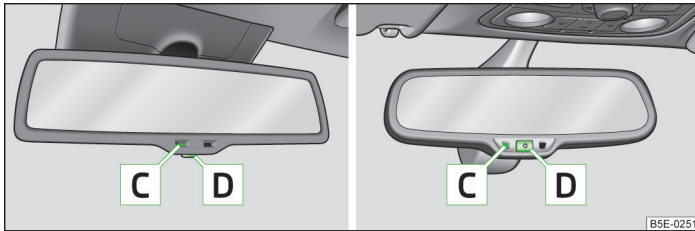

Abb. 45 Automatisch abblendende Spiegel
- Die Taste **D** drücken, die Kontrollleuchte **C** leuchtet auf (der Spiegel ist aktiviert) » Abb. 45.